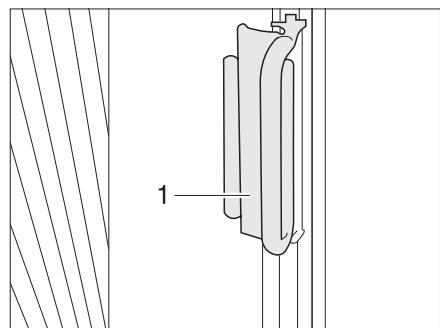

Fig. 15 Tirador de estor plegable luna delantera
- Empujar los estores plegables de la luna delantera con los tiradores (Fig. 15,1) debajo de las cubiertas a las columnas A y enchufar fijamente el tirador en la cubierta. El estor plegable está asegurado.